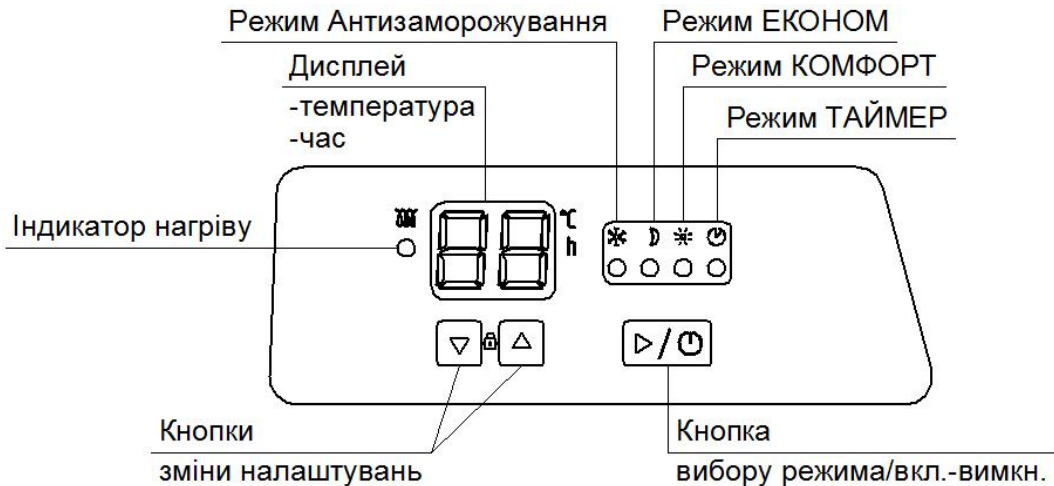

Рис. 5
5.9 Вставте вилку шнура електроживлення конвектора в розетку електромережі. На короткий час засвітяться і згаснуть індикатори на панелі управління (рис. 5). Конвектор готовий до роботи.